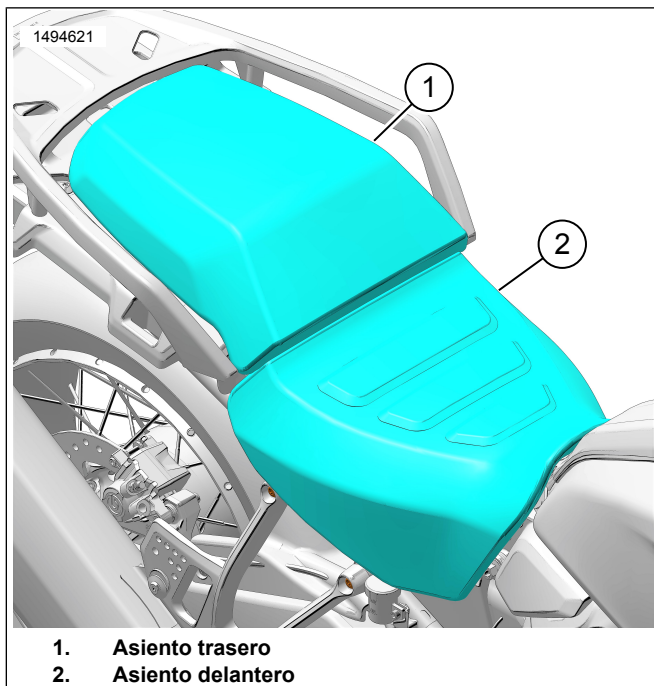

Figura 2. Asiento
1. Consulte la Figura 2. Retire el asiento trasero (1) y el asiento (2). Consulta el manual de servicio.
1. Consulte la Figura 2. Instale el asiento (2) y el asiento trasero (1). Luego de instalar el asiento, tire de él hacia arriba para comprobar que esté seguro. Consulta el manual de servicio.